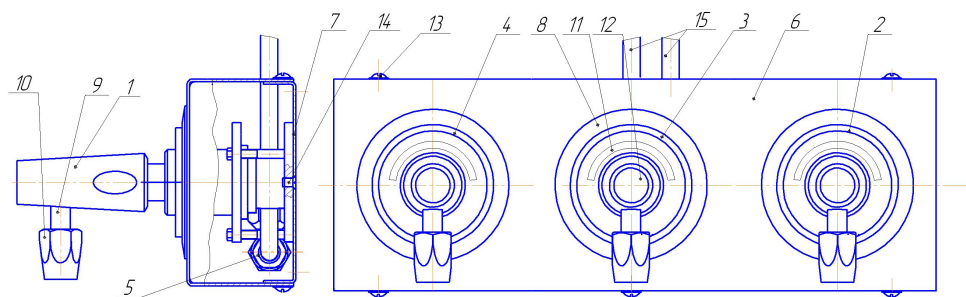

Рис.1 СКБ-1 ДЖЕТ 397 00 00 00
4.1 СКБ-1 в сборе (см. рис.1) состоит из трех штекеров газовых 1, трех клапанов газовых 2,3,4, коробки монтажной, состоящей из крышки 6 и основания 7
4.6 Для выключения СКБ-1 необходимо нажать до упора на соответствующую планку запорную 8 (см. рис.1) и вынуть штекер газовой 1 из клапана газовой.
5.1 Для установки СКБ-1 см. рис.1 необходимо: